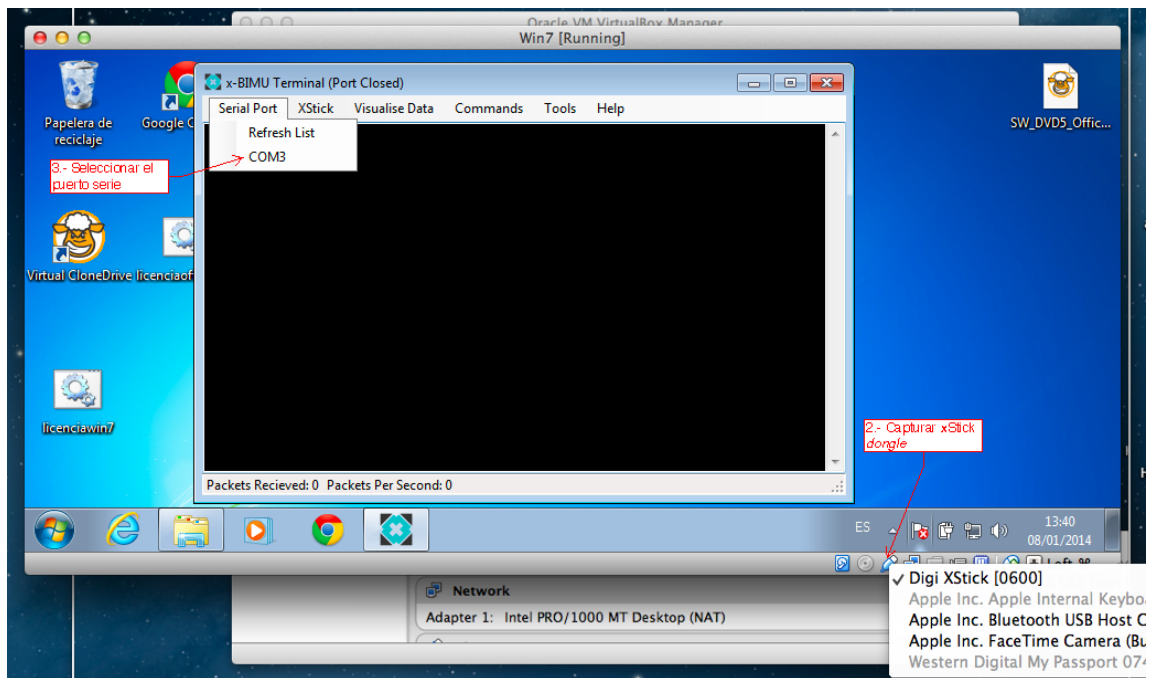

Figura 4: Configuración de la MV y aplicación TERMINAL para recibir datos desde x-BIMU
3. En la ventana principal de **TERMINAL**, seleccionar el puerto serie **COM3** (ó el que asigne el PC) dentro del menú **Serial Port** (Figura 4). Si no aparece algún puerto, entonces seleccione *Refresh*.